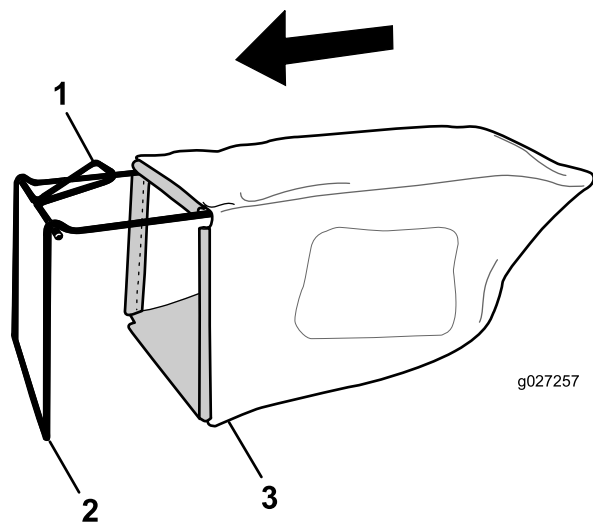

Figura 9
1. Infilate il cesto di raccolta sopra il telaio come illustrato in Figura 9.
**Nota:** Non infilate il cesto sopra alla stegola (Figura 9).